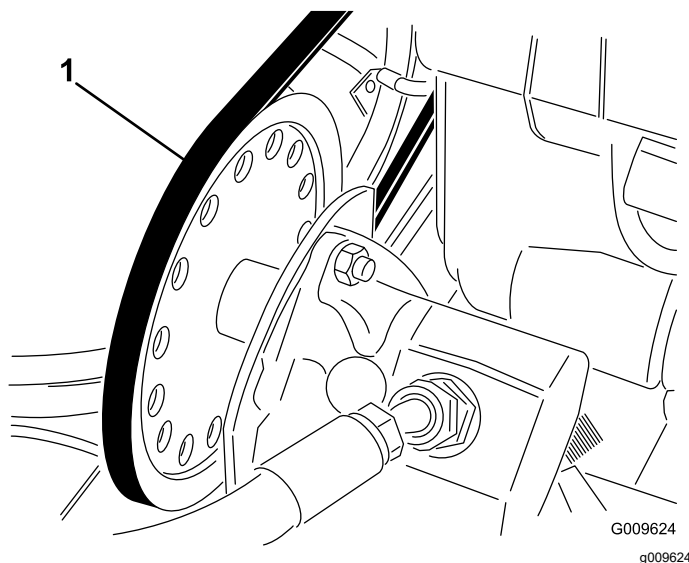

Figure 56
- A. Desserrez les écrous qui fixent la pompe hydraulique sur le bâti du moteur (Figure 56).